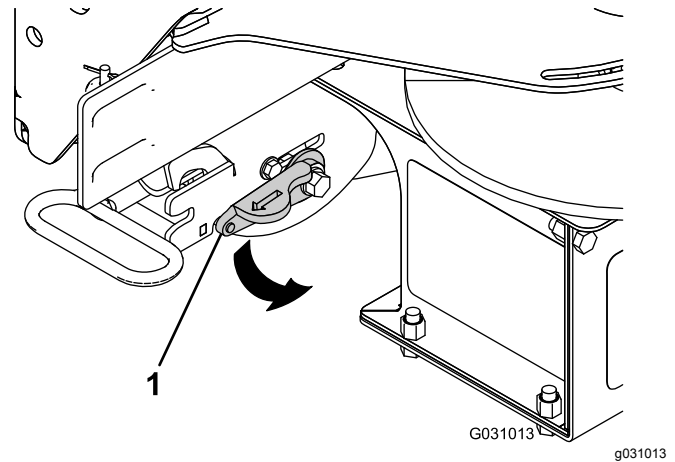

Figure 11
- Tournez le levier de verrouillage sur l'accouplement RT3 à la position de VERROUILLAGE (Figure 11).